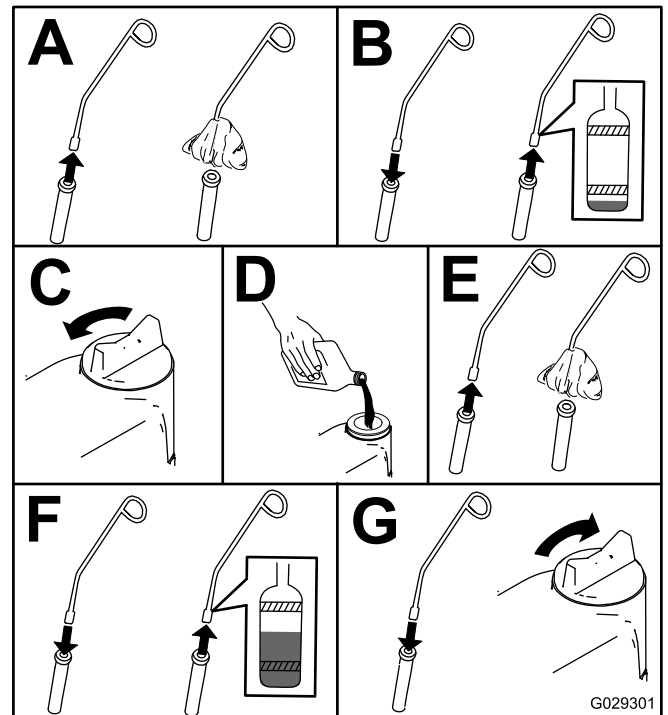

Figure 47
3. Contrôlez le niveau d'huile moteur, comme montré à la Figure 47.